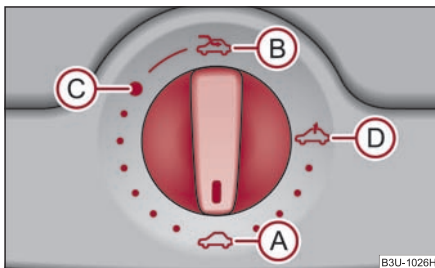

Fig. 45 Comutator rotativ pentru trapa/plafonul glisant electric
Trapa/plafonul glisant se poate deschide și închide când contactul este pus, de la comutatorul rotativ ⇒ fig. 45. Comutatorul rotativ are mai multe poziții.
- Rotiți comutatorul în poziția (C) ⇒ fig. 45.
- Rotiți comutatorul în poziția (A) ⇒ fig. 45.
Trapa/Plafonul glisant este prevăzut cu protecție la suprasolicitare. Trapa/Plafonul glisant se oprește și se întoarce câțiva centimetri, dacă întâlnește un obstacol (de ex. gheață). Puteți închide trapa/plafonul glisant fără activarea protecției la suprasolicitare apăsând comutatorul în poziția (A) ⇒ fig. 45 în față sau în spate, până când trapa/plafonul glisant se închide complet ⇒ ▲.
După fiecare acționare de urgență (cu cheia hexagonală) trapa trebuie adusă în poziția de bază. De aceea trebuie să rotiți comutatorul în poziția  ⇒ pagina 50, fig. 45 și să îl apăsați cca. 10 secunde. ■